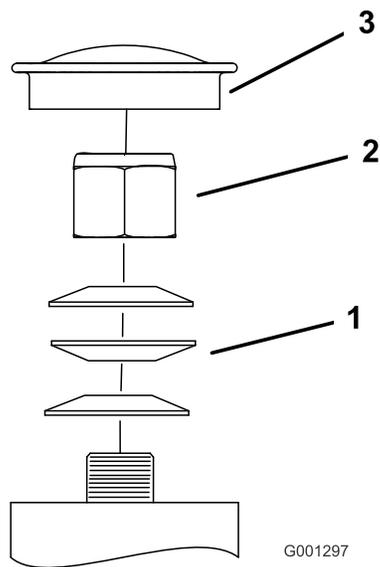

Figure 54
3. Retirez le capuchon antipoussière de la roue pivotante et serrez le contre-écrou (Figure 54).
4. Continuez de serrer le contre-écrou jusqu'à ce que les rondelles élastiques soient aplaties, puis desserrez-le d'un quart de tour pour obtenir la précharge correcte des roulements (Figure 54).
- Important:** Veillez à placer les rondelles élastiques comme montré à la Figure 54.
5. Reposez le couvre-moyeu (Figure 54).